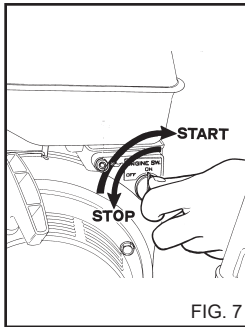

FIG. 7
3) Mettez le commutateur du moteur sur ON (fig. 7).
a) Mettez le commutateur du moteur sur OFF (fig. 7).